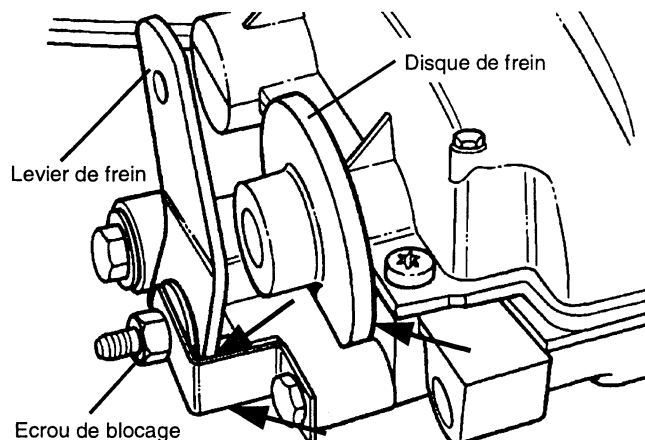

FIGURE 37
- Vérifier pour voir si le disque de frein est en contact avec le carter et/ou le levier de frein est en contact avec son étrier de montage en haut ou en bas (voir Fig. 37). S'il y a contact remplacer les plaquettes de friction et le disque avant de procéder à tout réglage.